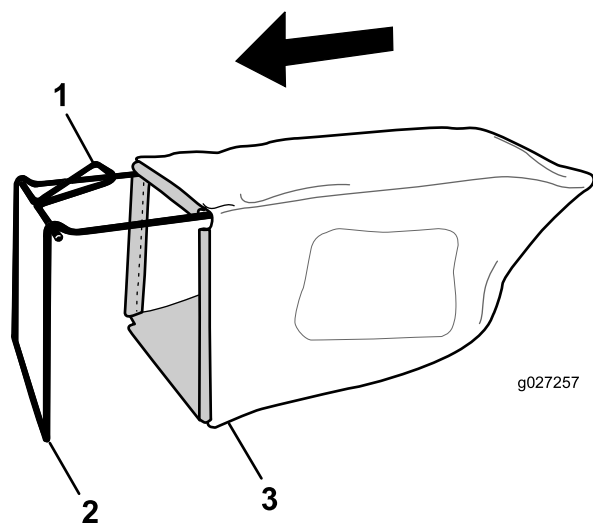

Figure 7
1. Glissez le bac sur l'armature, comme montré à la Figure 7.
Remarque: Ne passez pas le bac par dessus la poignée (Figure 7).